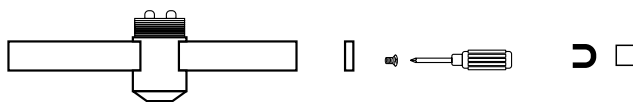

Рис. 2. Установка заглушки на шинопровод
- 3.4. Установите заглушки на шинопровод согласно рис. 2.